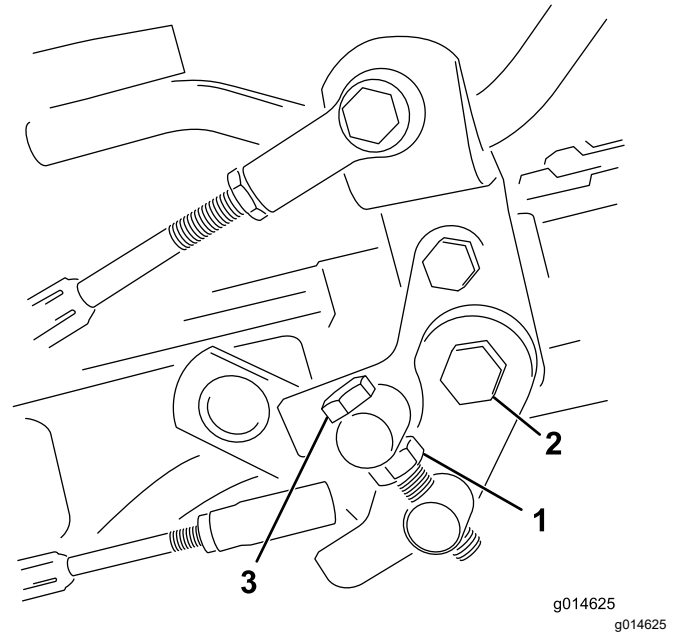

图 45
1. 松开枢轴螺栓上的锁紧螺母图 45。
4. 上紧枢轴螺栓上的锁紧螺母和踏板枢轴上的螺母锁定调整图 45。检查调整情况并按需要调整。